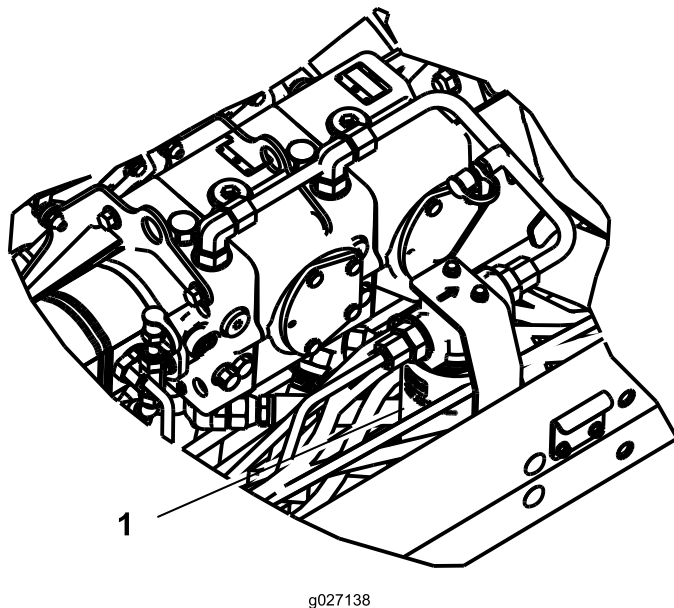

Figura 72
2. Limpie alrededor de la zona de montaje del filtro y coloque un recipiente debajo del filtro (Figura 72).